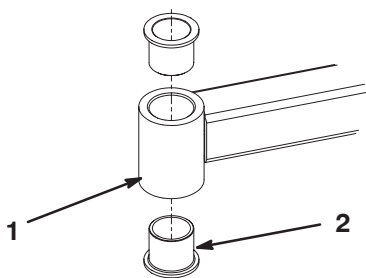

Bild 30
4. Stecken Sie einen Treiberdorn in die Ober- oder Unterseite des Befestigungsrohrs und treiben die Büchse aus dem Rohr (Bild 30). Treiben Sie dann die andere Büchse aus dem Rohr heraus. Reinigen Sie die Innenseite der Rohre.